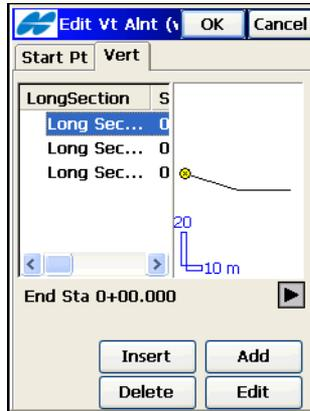

Abbildung 7-16. Neue Gradiente – Register „Vert“
5. Fügen Sie auf dem Register *Vert* des Fensters *Edit Gradiente* (Abbildung 7-16 auf Seite 7-17) die Elemente der Gradiente oder Längsschnitte (für den Gradiententyp „Längsschnitt“) hinzu.